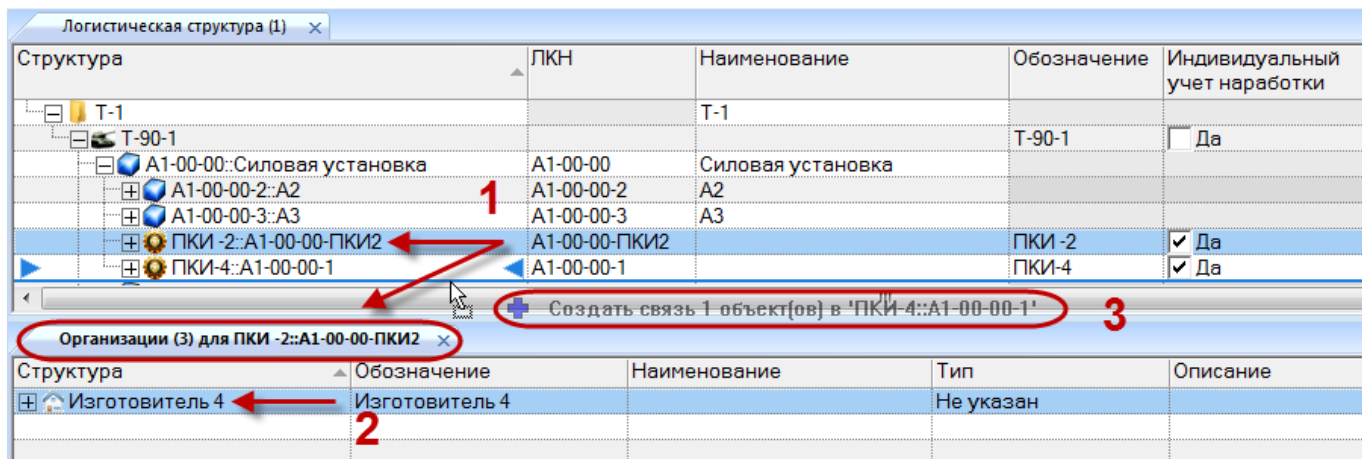

Рис. 9-52 – Перемещение организации из окна связанных объектов «Организации» к другому компоненту
3) Откроется окно связанных объектов «Организации» для выбранного компонента (1 на рис. 9-52).
4) Переместить организацию из окна связанных объектов (2 на рис. 9-52) на компонент (3 на рис. 9-52).